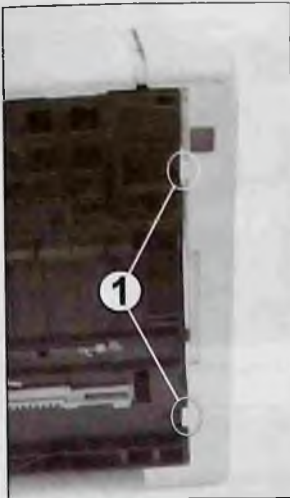

Рис. 5
На рис. 5 (см. вкладку) приведен фрагмент схемы основной платы с каналом звука. В нем применяется цифровой усилитель мощности (Full Digital Audio Amp) на ИМС IC500 типа DNW116F с выходной мощностью 20 Вт на два канала.
5. Освобождают два фиксатора (4 на рис. 3) правой боковой крышки (5), расположенные на задней и два фиксатора (1 на рис. 5) на нижней стороне принтера. Перемещают ближнюю сторону крышки в